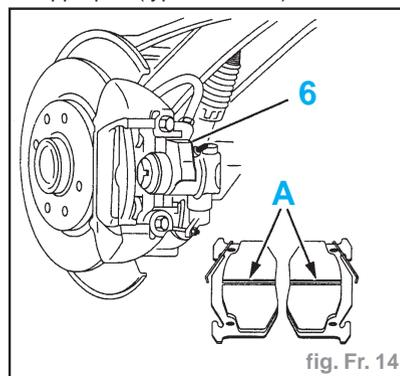

fig. Fr. 14
Nota : La disparition de la rainure (A) implique impérativement l'échange des plaquettes (fig. Fr. 14).
- l'étrier de frein (6)